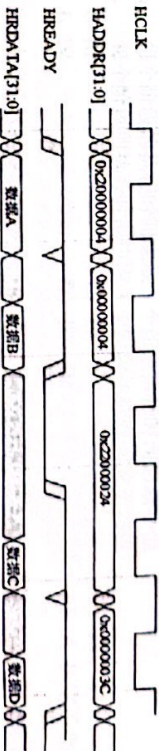

图 1 某 Cortex-M 系统 AHB 总线上的数据传输片段
(二) Cortex-M3 内核与存储器之间的数据传输。已知某 STM32F103 系统片内仅实现了 32kB 的 SRAM (起始地址 0x2000 0000), 以及 64kB 的 Flash (起始地址 0x0800 0000), 且无外接存储器。系统支持位段操作, 即地址 0x2000 0000 起始的 16B 会被映射至地址 0x2200 0000 起始的别名区域。图 1 为该系统中总线上数据传输的某个片段: 表 1 为某程序执行过程中图 1 操作开始前存储器内存储的部分信息。综合运用课程知识, 并参考“附录 3: STM32F407 系列 MCU 相关信息”和“附录 4: ARM 汇编指令相关信息”信息, 回答下列问题。
9、图 1 所示时序中数据的传输方向是从 _____ 至 _____。